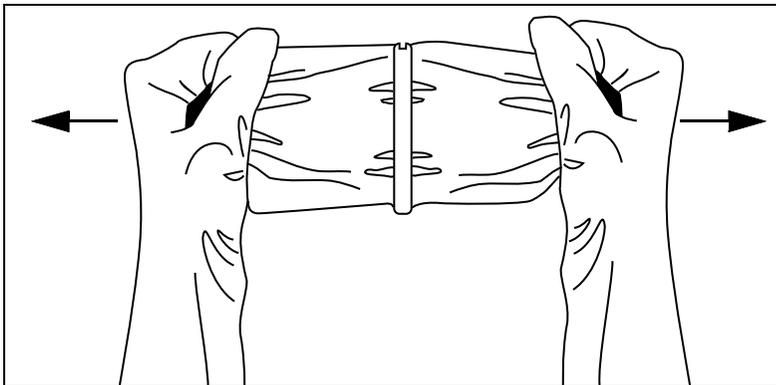

Figure 39. Retrait du clip du composé de scellement
4. Retirez la poche de composé de scellement de l'emballage. Saisissez une extrémité dans chaque main, puis tirez fermement pour retirer le clip en plastique [Figure 39].